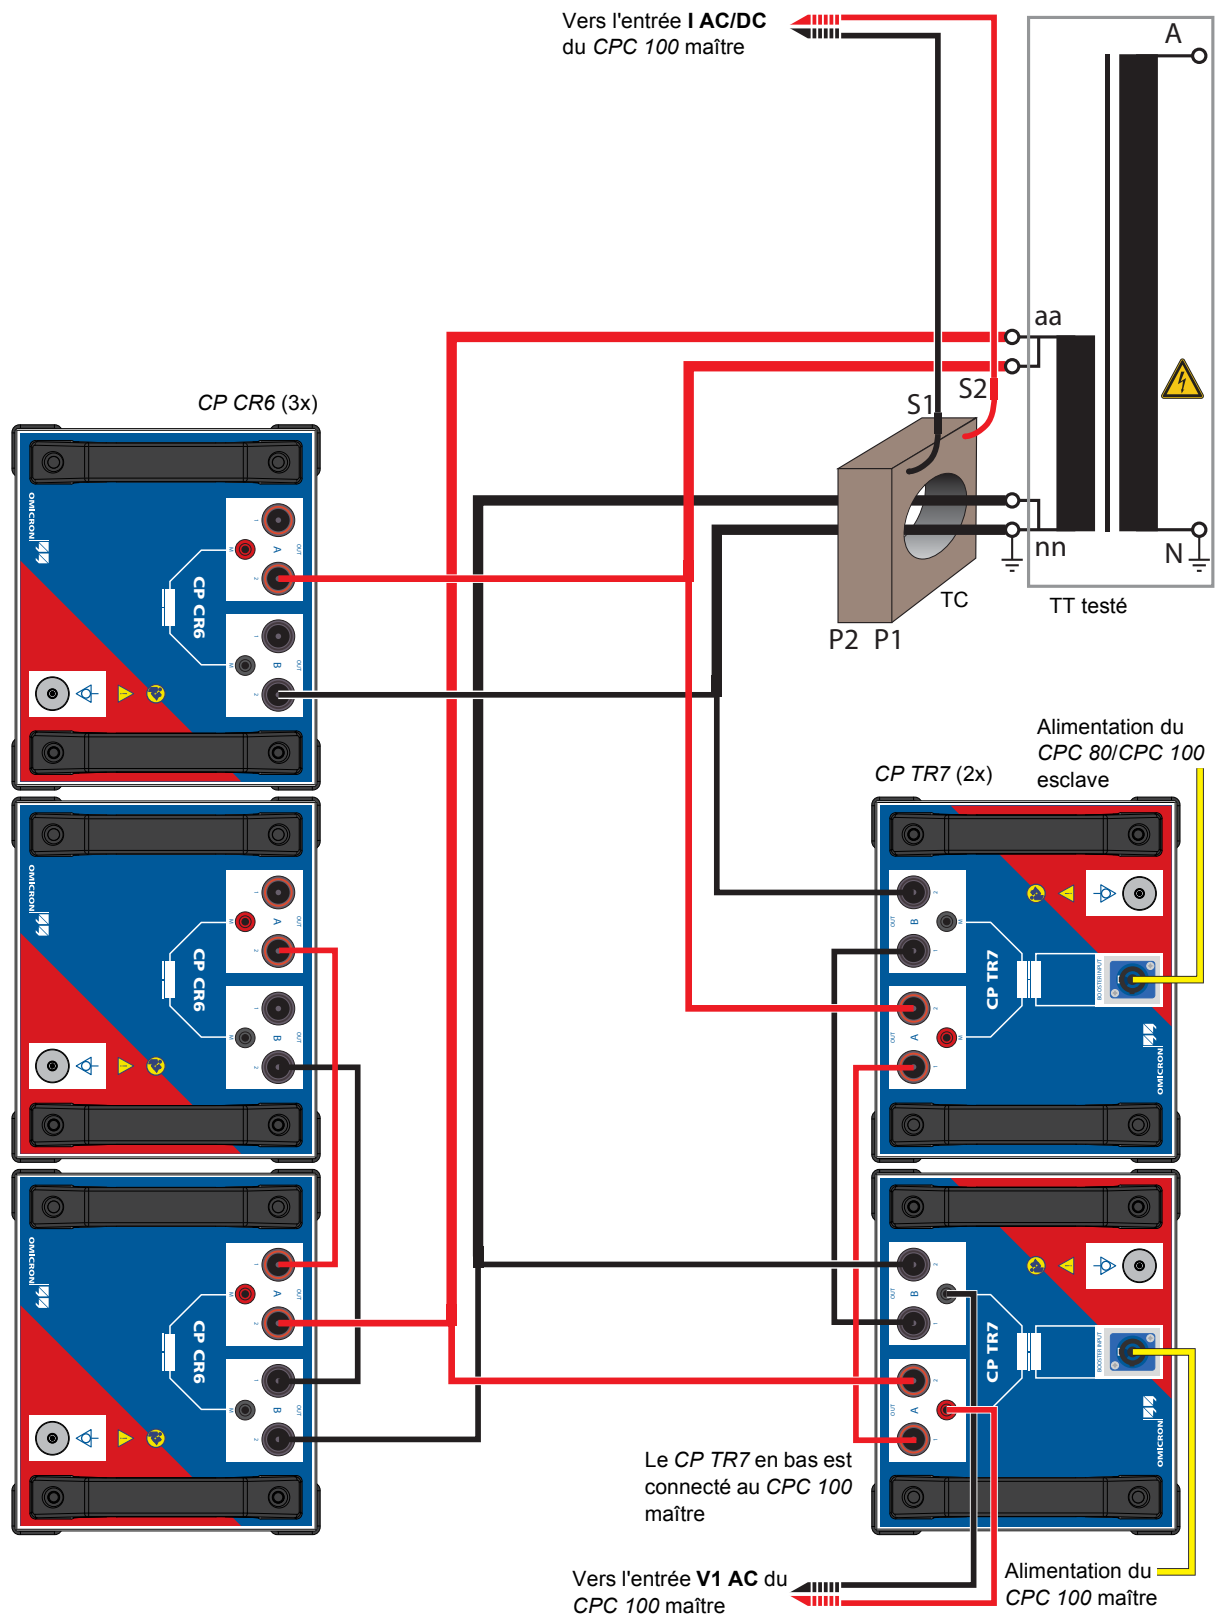

Figure 5-6: Montage facultatif pour 1,27 mH
8. Pour la mesure du courant à l'entrée du TT de puissance, connecter le transformateur de courant fourni comme indiqué à la figure 5-6 sur la page suivante.